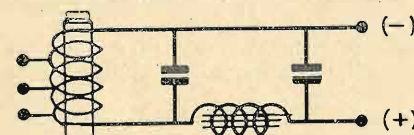

Fig. 2
**II CASO (Fig. 2).** In parallelo come potenziometro. — Per chi ha bisogno di poche tensioni intermedie e non può